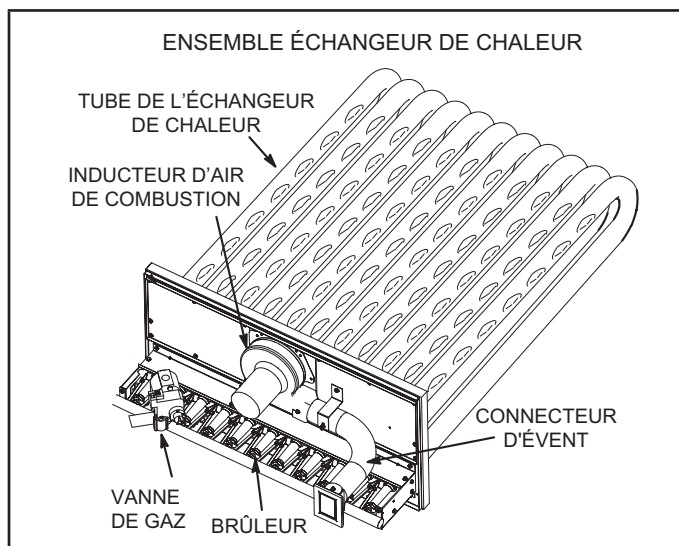

FIGURE 47
- 3 - Retirer et conserver les vis fixant l'inducteur d'air de combustion sur la boîte à feu. Retirer et conserver les deux vis de fixation de la patte supportant le connecteur d'évacuation. Voir FIGURE 47.